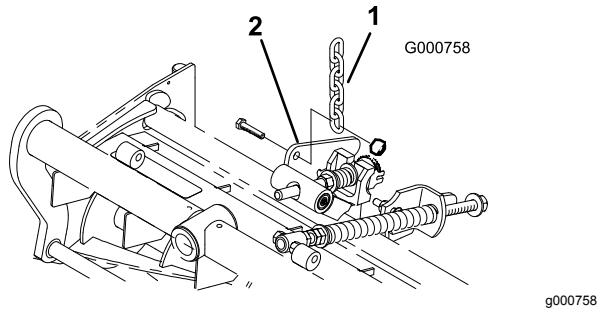

Figura 17
12. Retire a porca que está a fixar o suporte de montagem da mola de compensação à ponta do estabilizador da unidade de corte (Figura 17). Instale a corrente de inclinação no parafuso e prenda-o com a porca que removeu previamente.